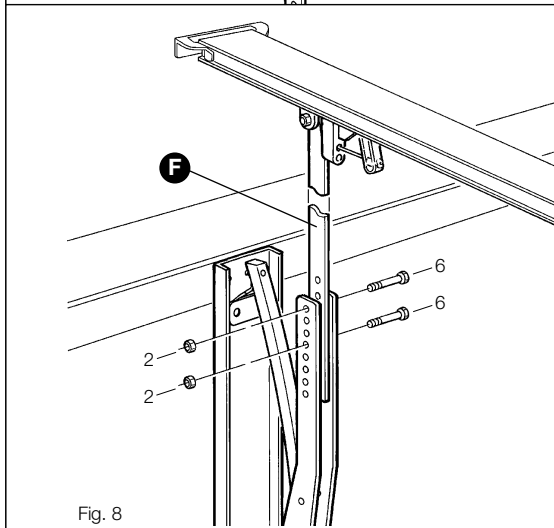

Fig. 8
6. Fermer la porte puis fixer le bras droit **[F]** à GA1 comme l'indique la Fig. 8.
6. Das Tor schließen, dann den geraden Arm **[F]** an GA1 befestigen, wie auf Abb. 8 gezeigt.
6. Cierre el portón y luego sujete el brazo recto **[F]** a GA1 tal como indica la Fig. 8.
6. Doe de deur dicht en bevestig vervolgens de rechte arm **[F]** op GA1, zoals op afb. 8 aangegeven is.